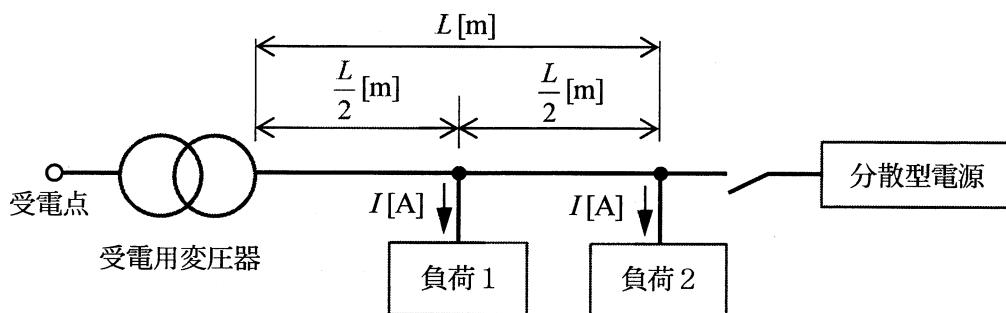

図1
(5) 図1に示すような配電系統があり、受電用変圧器から三相3線式配電線によって、負荷電流が各々大きさ I [A] の定電流で同一の負荷1及び負荷2に電力が供給されている。配電線の線路長は、